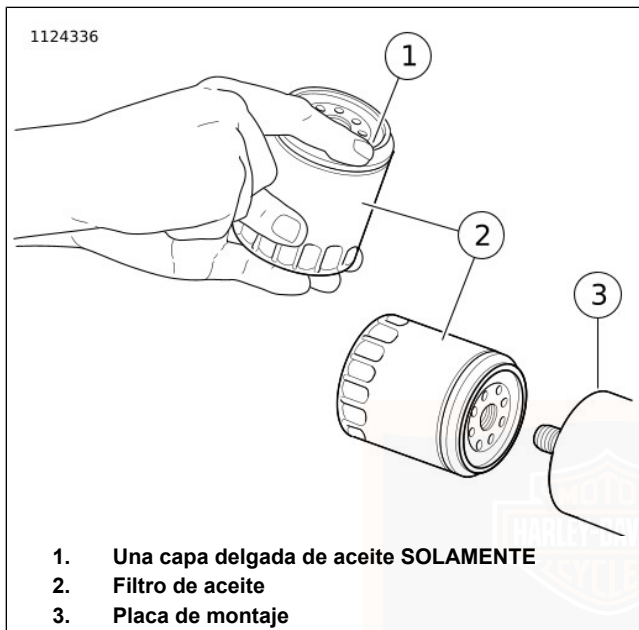

Figura 52. Aplicación de una capa delgada de aceite
7. Vea Figura 52. Lubrique la junta con aceite limpio de motor e instale el filtro de aceite **nuevo** en el soporte del filtro. Apriete el filtro de aceite con la mano, de media a tres cuartos de vuelta después de que la junta haga el primer contacto con la superficie de soporte del filtro. **NO** use una llave para filtro de aceite para la instalación.